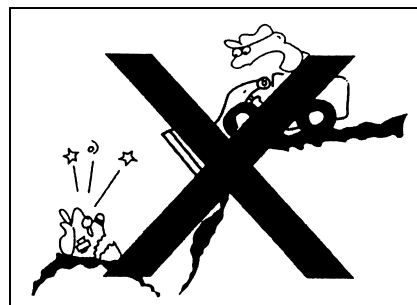

Рис. 1-78
- При строительстве дамбы или толкании грунта или засыпке грунта на скалу, сначала выпустить одну кучу, потом толкать первую кучу с помощью второй кучи (рис. 1-78).